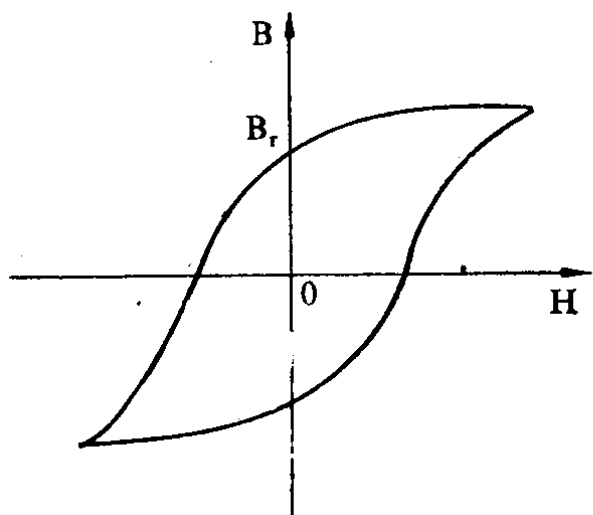
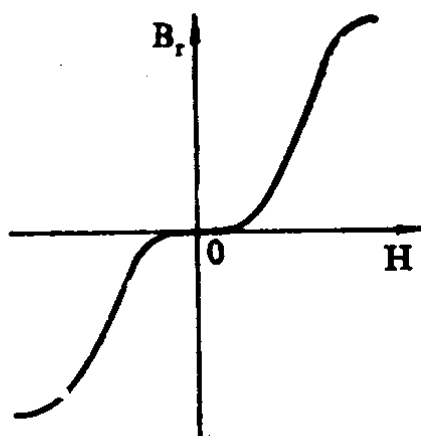

图 1-1 硬磁性材料磁性曲线
图 1-2 硬磁性材料剩磁特性曲线
硬磁性材料在受到磁场强度 H 作用时，会产生相应的磁感应强度 B ，当去掉磁场强度 H 后，将保留一定数值的磁感应强度，我们称之为剩磁感应强度，用符号 B_r 来表示，如图1-1所示。通常不同的 H 值有不同的剩磁 B_r ，称之为硬磁性材料剩磁特性曲线，见图1-2。由于这种材料有两个特点：①能保留较大的剩磁感应强度 B_r ，并且不易退磁；②由图1-2可见，在低 H 值和高 H 值处的线性较差，而中间部分接近一条直线。由于硬磁性材料具有以上两个特点，因此它特别适合于作为贮存磁信号的载体，是磁性记录得以实现的基础。